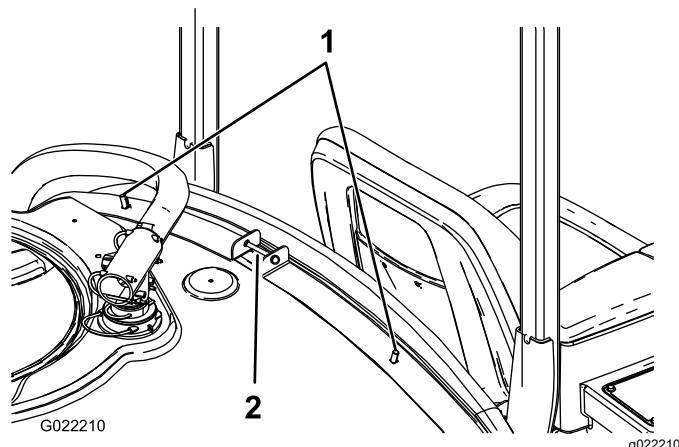

Figura 1
2. Montate 2 bulloni a testa tonda nei fori presenti sulla parte superiore delle fasce di fissaggio del serbatoio anteriori, inserendoli dal lato interno delle fasce (Figura 1).